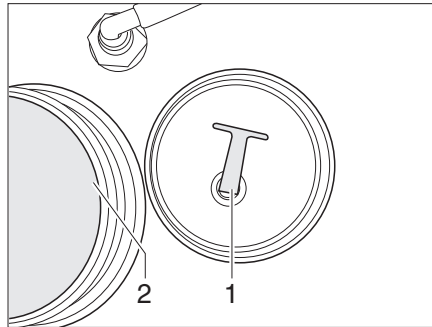

Fig. 136 Depósito de agua
- Desenroscar la tapa de cierre (Fig. 136,2) del depósito de agua.
- Extraer el tapón de cierre (Fig. 136,1) del orificio de salida. Se vacía el agua.